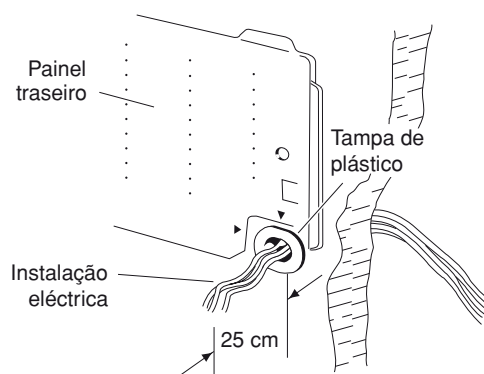

Fig. 25
- (3) Coloque a instalação da ligação eléctrica entre as unidades através do tubo de PVC montado na parede. Leve a instalação de energia para a sala onde vai ser montada a unidade deixando que aproximadamente 25 cm se estendam para além da superfície da parede. (Fig. 25)